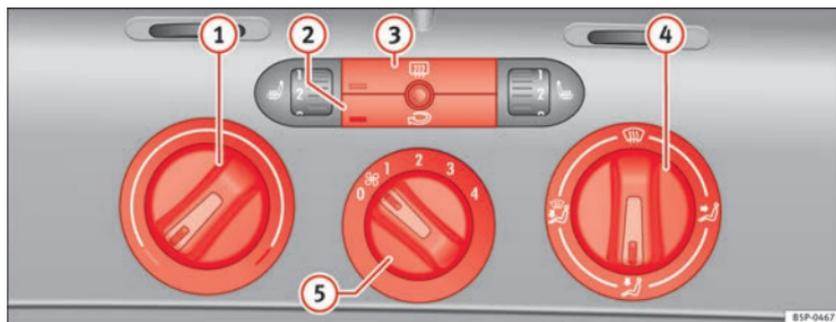

Fig. 106 Sulla plancia portastrumenti: i comandi del riscaldamento
- Le manopole ⇒ fig. 106 ① e ④ e la manopola ⑤ servono rispettivamente a impostare la temperatura desiderata, a indirizzare il flusso d'aria e a selezionare il livello di potenza della ventola.
- Per attivare o disattivare una funzione bisogna premere il tasto corrispondente ② o ③. Quando la funzione è attiva, la spia situata nell'angolo in basso a sinistra del tasto si illumina.